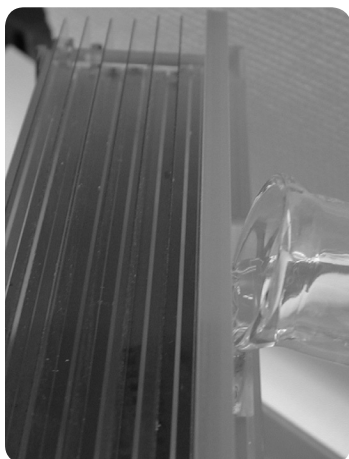

Fig 15. Se vierte la solución en una corriente continua lenta.
- 2 Desairear la solución de gel durante 5 minutos. Añadir el (iniciador) 10% w/v APS y el (catalizador) 10% v/v TEMED* justo antes de moldear los geles. Verter la solución de gel en el canal en la parte posterior del lanzador. La solución fluirá por el canal y llenar los cassettes desde la parte inferior (Fig. 15).